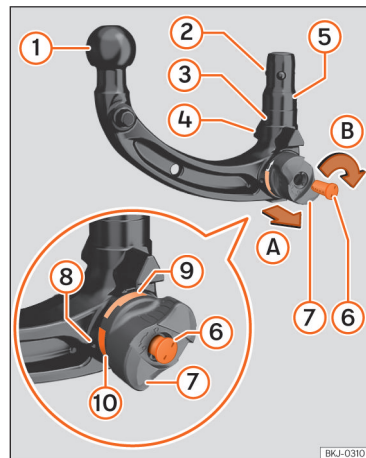

Fig. 153 Visão geral: engate amovível para reboque.
1. Antes de utilizar o engate amovível para reboque pela primeira vez, anote o número gravado na chave »» Fig. 153 ⑥, caso seja necessário fazer um duplicado.
4. Verifique se o alojamento, a roda »» Fig. 153 ⑧, a haste ⑤ e as bolas de bloqueio ② do engate para reboque estão limpas e em bom estado. Se for necessário, limpe-os.
- A marca vermelha »» Fig. 153 ⑩ da roda aponta para a marca verde ⑨ do engate para reboque.
- A roda ⑧ fica claramente separada do engate, pelo menos 4 mm [0,2 pol].
- Todas as bolas de bloqueio ② podem encaixar-se totalmente na haste ⑤.
- A chave ⑥ está dentro da fechadura, a seta da chave aponta para o símbolo de *fechadura aberta* da roda ⑧ e a chave não pode retirar-se.
1. Abra a tampa da fechadura »» Fig. 153 ⑦ e introduza a chave na fechadura.
2. Rode a chave ⑥ no sentido contrário ao dos ponteiros do relógio até a seta da chave apontar para o símbolo de *fechadura aberta* na roda ⑧.
3. Segure o engate para reboque com uma mão. Com a outra mão, retire a roda ⑧ na direção ④.
4. Rode a roda retirada ⑧ na direção ⑧ até ao limite.
Depois de colocar o engate para reboque sob tensão, não volte a tocar na roda »» Fig. 153 ⑧. Ao bloquear o engate, a roda gira para a sua posição original e pode causar lesões »» ⚠.
- A marca verde na roda ⑨ aponta para cima.
- O engate está fechado com chave e esta ⑥ pode retirar-se.
- Já não resta qualquer folga entre a roda ⑧ e o engate.
- Rode a chave ⑥ no sentido dos ponteiros do relógio para fechar o engate.
- Feche a tampa da fechadura ⑦.
- A marca verde na roda >>> Fig. 153 ⑨ aponta para cima.
- A roda ⑧ está colada ao engate e pode fechar-se.
- O engate está fechado e a chave ⑥ é retirada.
- Já não se pode tirar lateralmente a roda ⑧.
- Nunca utilize o dispositivo de reboque se o diâmetro da cabeça esférica >>> Fig. 153 ① for inferior a 49 mm [1,9 pol.] em qualquer ponto.